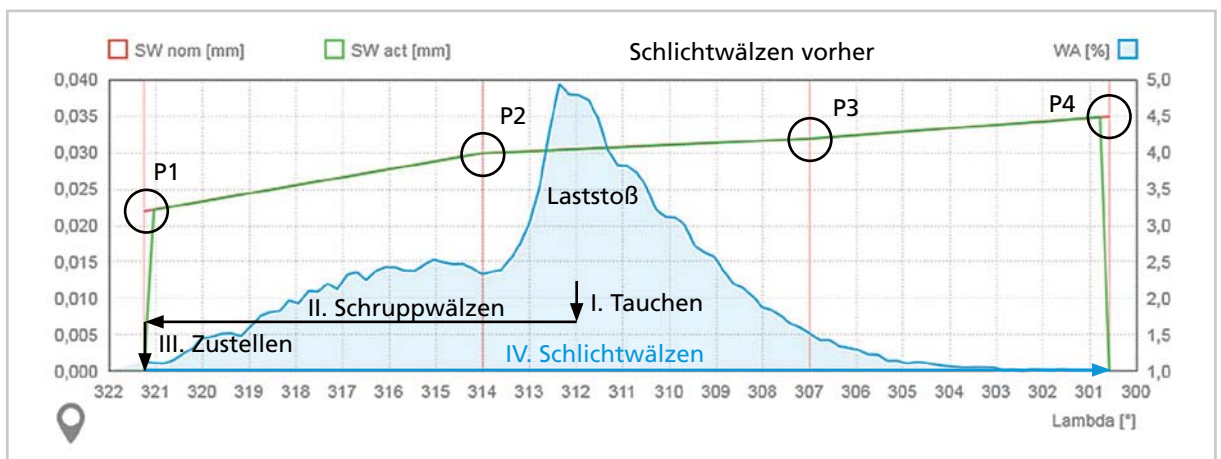

Abb. 4: Auslastungskurve Werkzeug **vor der Optimierung** (blau) Schlichtwälz-Prozess
Das Schlichtwälzen bildet – nach dem anfänglichen Tauchprozess und dem darauffolgenden Schrappwälzen – den abschließenden Arbeitsschritt beim Verzahnen einer Kegelrad-Verzahnung. Abbildung 4 zeigt die aufgezeichnete Auslastungskurve (blau) der Werkzeug-Spindel eines Schlichtwälz-Prozesses. Da es sich bei dem Beispiel um einen im kontinuierlichen Verfahren
Der zu optimierende Prozess – siehe Abbildung 4 – startet mit einem Tauchvorgang (I) bei einer Arbeitsposition von ca. 312°. Hat das Werkzeug seine Arbeitstiefe erreicht, wälzt es einen ersten Bereich der Zahnflan-